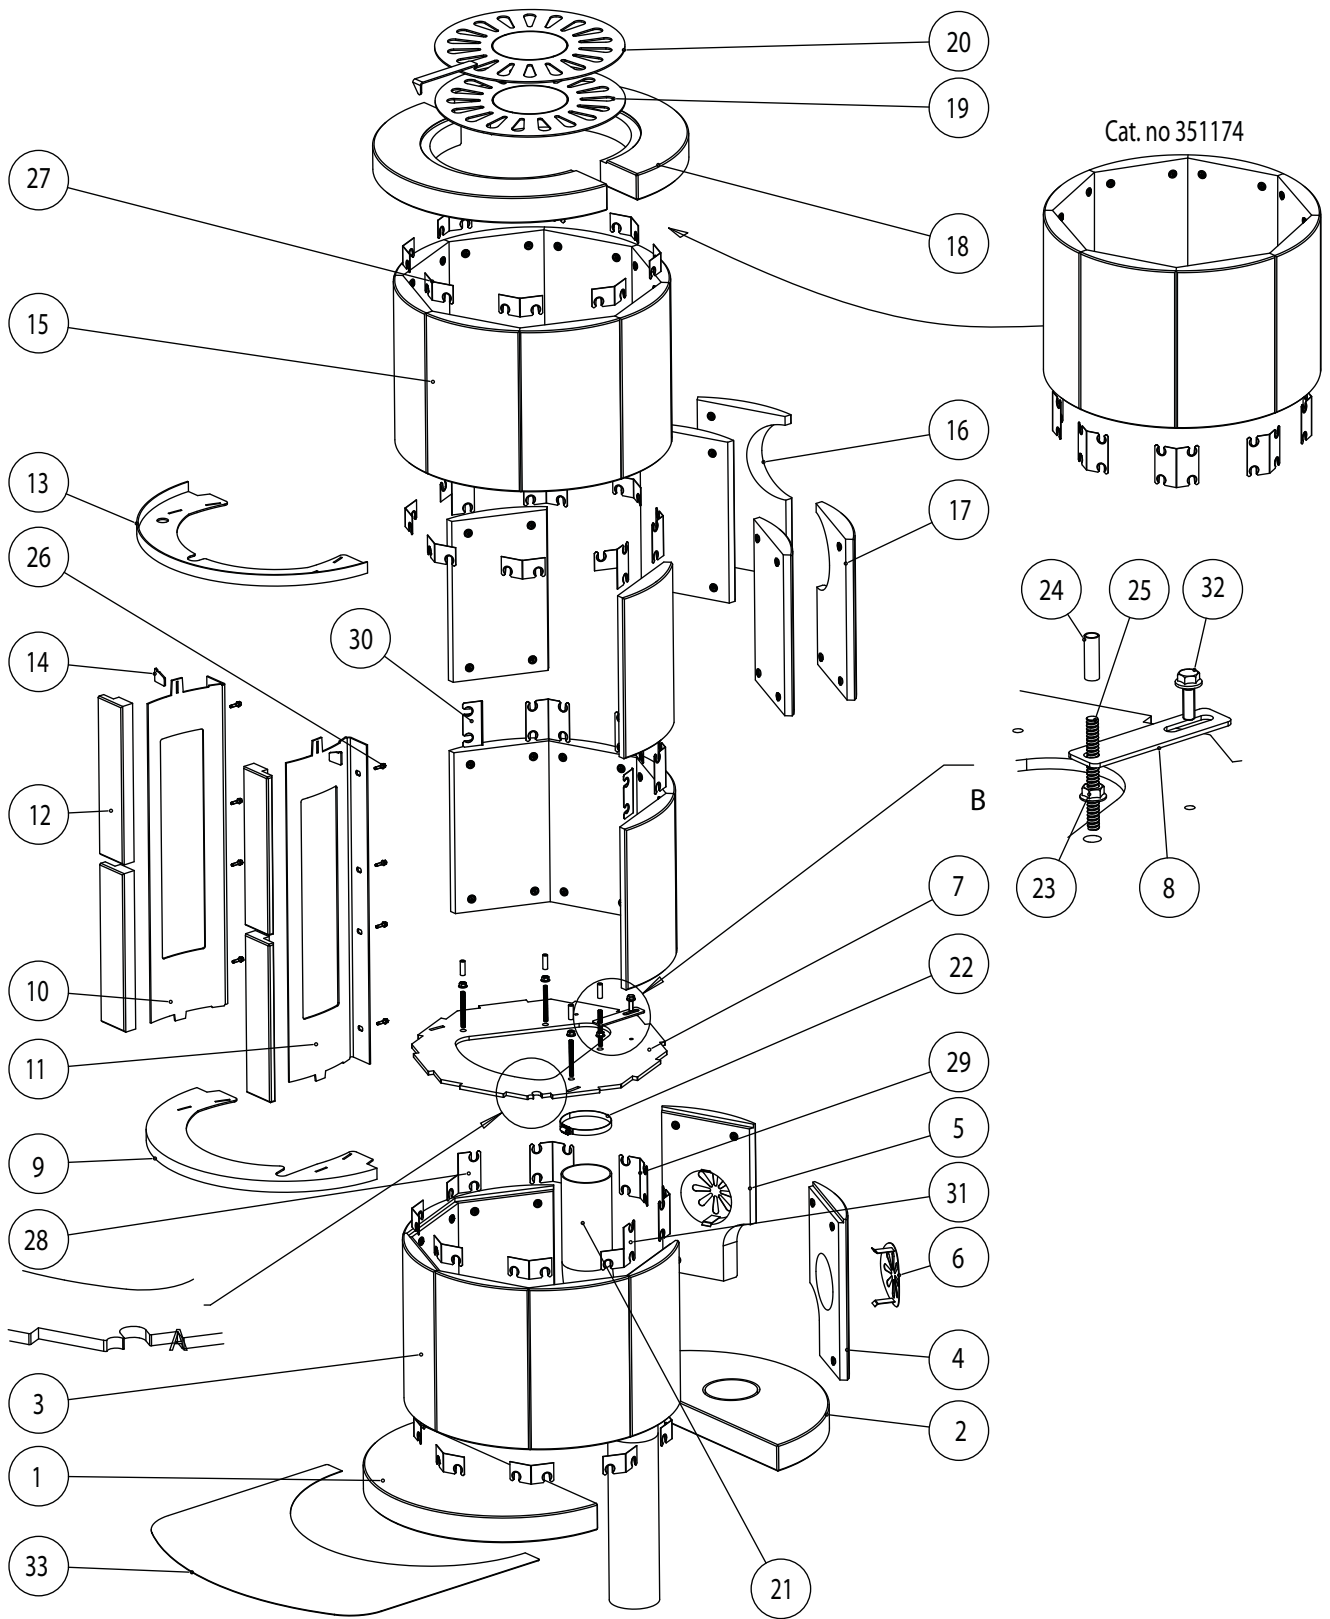

Fig. 7
1. Positionieren Sie die beiden unteren Steine (1 und 2). Siehe **Abb. 7**. Überprüfen Sie die Ausrichtung per Wasserwaage und nehmen Sie die entsprechenden Anpassungen vor. Die Bodenplatte muss unbedingt stabil und eben aufliegen.